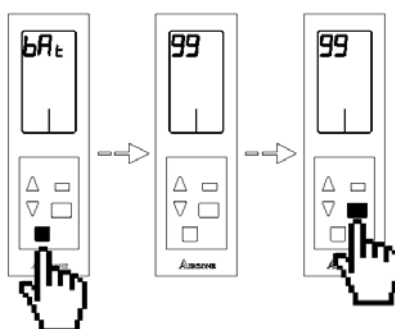

Fig. 103
- **Batería de termostato bAt :** Este menú muestra el estado de la batería que le queda al termostato. Para visualizar el nivel de batería, pulse el botón de confirmación . Para volver al menú anterior, pulse el botón salir . (Fig. 103)